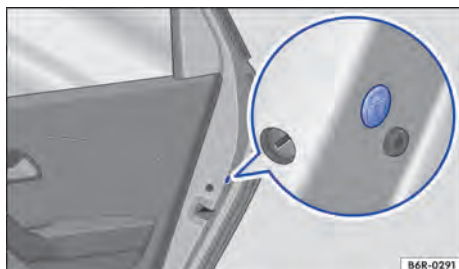

Fig. 49 Na porta traseira: travamento de emergência, coberto por uma vedação de borracha.
- Remover a vedação de borracha na lateral da porta. A vedação está identificada por um cadeado → Fig. 49.